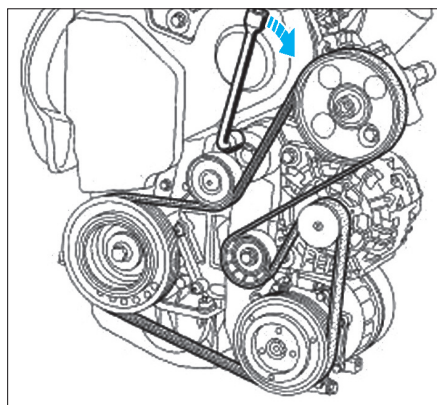

FIG. 1
- Faire pivoter le galet tendeur de la courroie d'accessoires dans le sens horaire à l'aide d'une clé de 16 mm. (Fig.1).